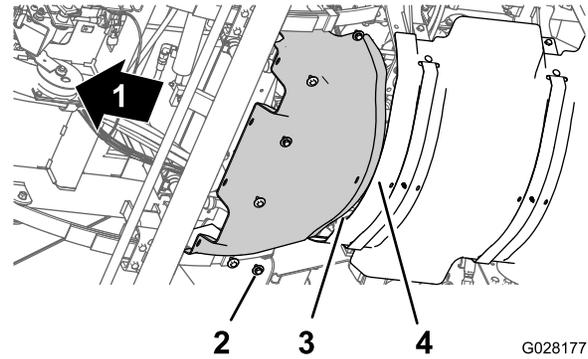

Figura 62
1. Alinee la brida trasera del protector térmico delantero sobre la brida delantera del protector térmico trasero (Figura 62).
2. Alinee los taladros del protector térmico delantero con los taladros roscados del chasis (Figura 62).
3. Monte el protector térmico delantero en la máquina con los seis pernos de cabeza hexagonal y las seis arandelas (Figura 62) que retiró en el paso 3 de Retirada del protector térmico delantero \(página 52\).